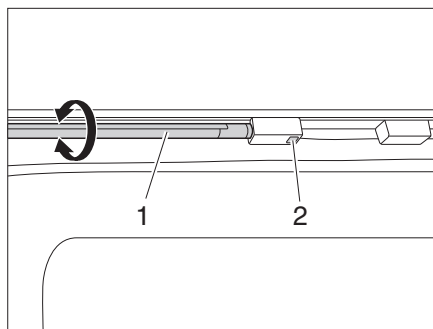

Fig. 44 Fasce luminose a LED
- Accendere/spegnere la fascia luminosa a LED (Fig. 44,1) con l'interruttore (Fig. 44,2).
- Afferrare la fascia luminosa a LED (Fig. 44,1) per la lampada e ruotarla.